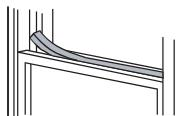

Fig.11
5. Coupez le joint d'étanchéité en mousse (non adhésif) à la longueur appropriée et scellez l'ouverture entre le châssis avant et le châssis extérieur. Fig. 11.